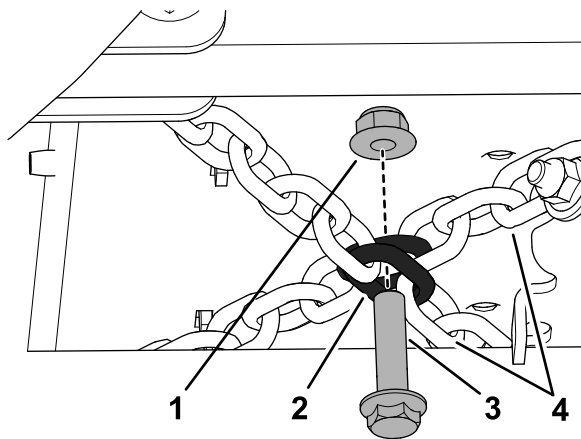

Figure 15
5. Assemblez les chaînes à leur point de croisement (Figure 15) avec un boulon à embase (3/8 x 1 1/2 po) et d'un contre-écrou à embase (3/8 po).